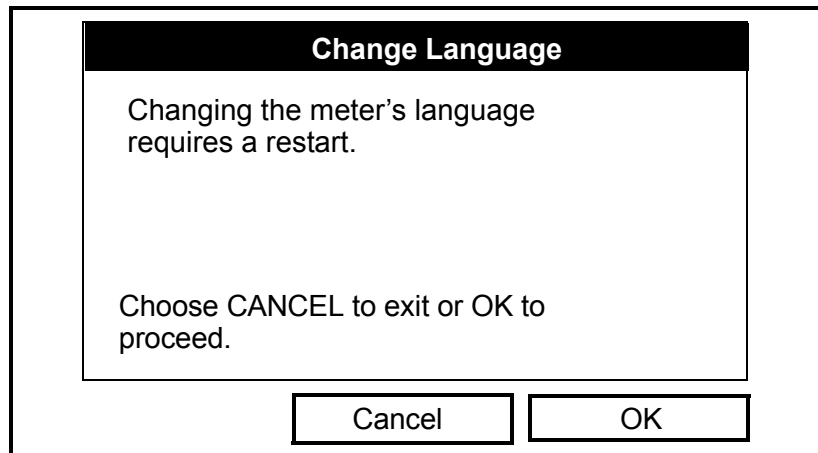

Figura 3-16: Janela Change Language Confirmation (Confirmação de alteração de idioma)
- Para alterar o idioma é necessário reiniciar o PT878. Quando surgir uma janela como a da Figura 3-16 abaixo, pressione [F2] para cancelar a alteração ou [F3] para confirmar a alteração.